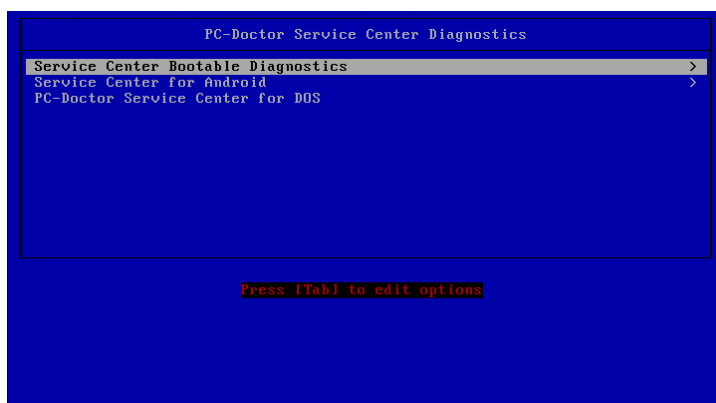

図 10: PC-Doctor Service Center Diagnostics 起動メニューの一例
2. 設定後、図 10 で示すように PC-Doctor Service Center Diagnostics 起動メニューが表示されます。